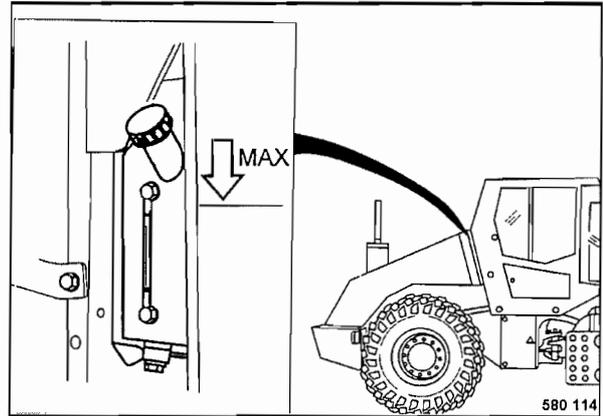

Fig. 103
- Llenar el depósito con líquido refrigerante hasta el nivel llega a la marcación MAX (Fig. 103) y volver a enroscar la tapa de cierre.